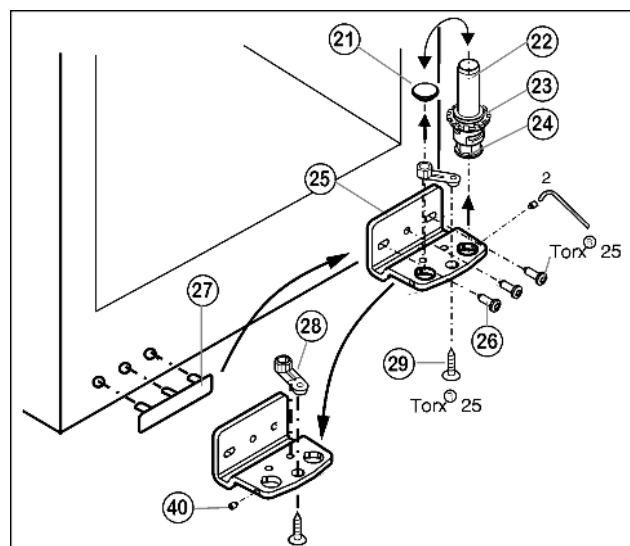

Fig. 6
- ▶ Dévisser la tige filetée Fig. 6 (40) avec la clé à six pans jointe d'env. 1 tour.
- ▶ Dévisser le pivot Fig. 6 (22) complètement avec le disque Fig. 6 (23) et le pied réglable Fig. 6 (24) par le haut.
- ▶ Enlever le bouchon Fig. 6 (21).
- ▶ Dévisser Fig. 6 (25) le support d'appui Fig. 6 (26).
- ▶ Dévisser complètement la tige filetée Fig. 6 (40) et la visser sur le côté opposé sur le support d'appui jusqu'à ce qu'elle soit à fleur du support d'appui.
- ▶ Dévisser Fig. 6 (28) et le l'élément pivotant Fig. 6 (29) permuter dans le trou opposé du support d'appui, revisser à fond.
- ▶ Replacer le bouchon Fig. 6 (21) dans l'autre trou.
- ▶ Soulever le cache côté poignée Fig. 6 (27) avec précaution et le positionner sur le côté opposé.
- ▶ Revisser à fond le support d'appui Fig. 6 (25) sur le nouveau côté charnière en utilisant une visseuse sans fil si nécessaire, avec un couple de serrage de **4 Nm**.
- ▶ Replacer complètement le pivot Fig. 6 (22) avec le disque et le pied réglable.
- ▶ Serrer la tige filetée Fig. 6 (40).
- ▶ Placer la porte par le haut sur le pivot inférieur Fig. 6 (22).
- ▶ Aligner éventuellement la porte par rapport aux deux trous oblongs du support d'appui inférieur Fig. 6 (25) pour qu'elle affleure avec l'habillage de l'appareil. Pour cela, dévisser la vis centrale.